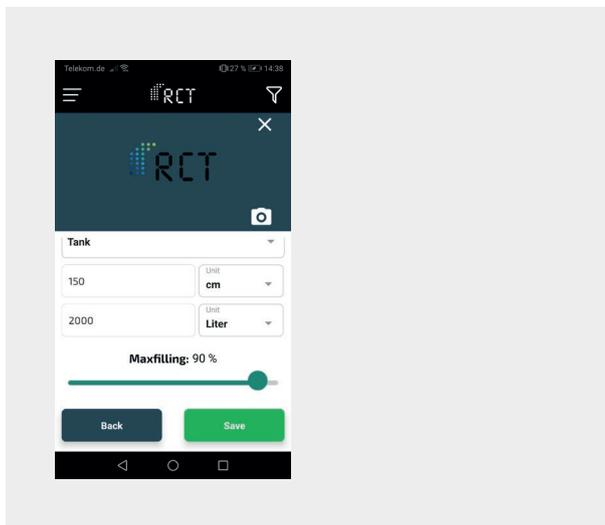

Abb. 8 | Tank hinzufügen
**Tank hinzufügen:** Fügen Sie in der Handy-App über den QR-Code das Gerät hinzu. Über den Punkt „Tank-konfiguration“ hinterlegen Sie alle relevanten Daten zur einfachen und schnellen Inbetriebnahme. (Abb. 8)